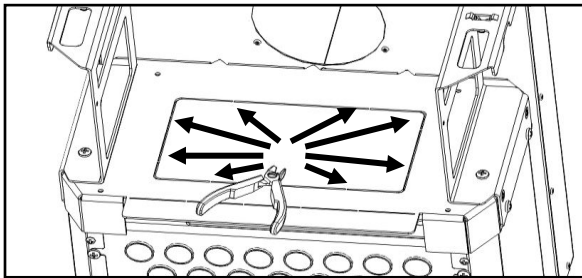

Figura 31 - Remoção tampa superior
i) Apertar o conjunto da figura 31 na face superior da camara de combustão utilizando 4 parafusos **(A)** nos furos preparados para o efeito **(8)**.